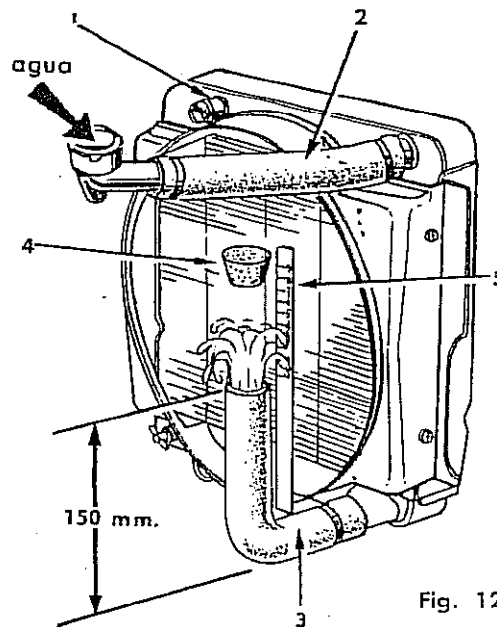

Fig. 127
- 1) Tapar la entrada de agua al radiador que viene de la bomba (1, Fig. 127).
- 2) Conectar la manguera de carga al radiador con su boca de llenado (2).
- 3) Conectar la manguera de salida en el tanque inferior (3).
- 5) La boca de la manguera de salida (inferior) debe quedar horizontal y a 150 mm del fondo del tanque inferior (ver Fig. 127).
- 6) Tapar la boca libre de la manguera inferior con tapón de goma o madera (4).
- 7) Colocar una regla con divisiones de 1 cm junto a la manguera inferior de modo que quede en forma vertical y que el cero de las divisiones coincida con la boca taponada de la manguera (5).